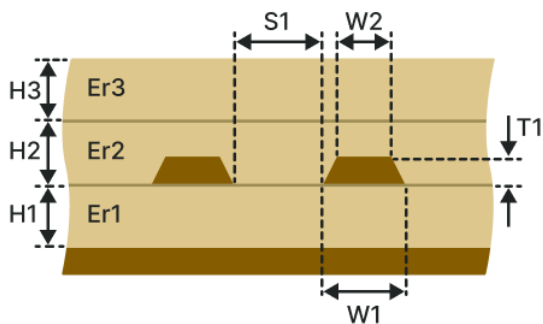

Рис. 147 Дифференциальная заглибленная ЛП (ДЗ-1Н2В)
- Дифференциальная заглибленная ЛП (ДЗ-1Н2В), см. Рис. 147.